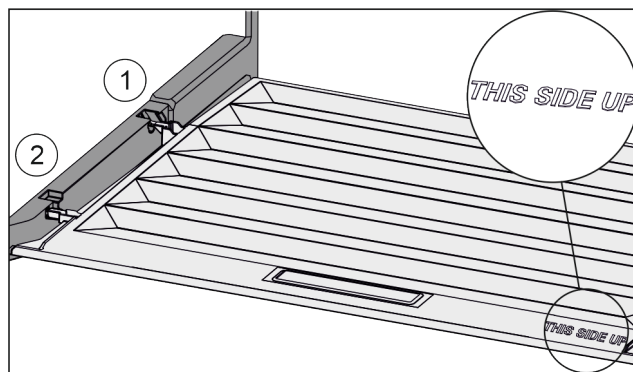

Fig. 108
- ▶ Introduceți nervura capacului prin orificiul suportului posterior Fig. 108 (1) și înclinați-l în față în suport Fig. 108 (2).